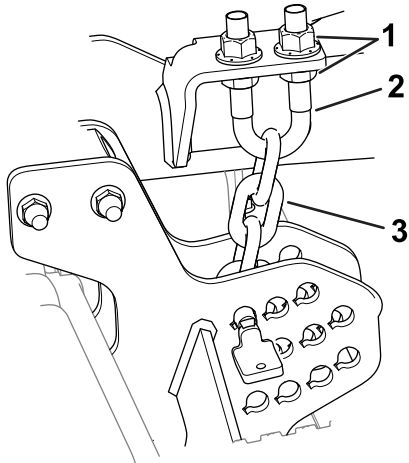

Bild 7
6. Lösen Sie die unteren Klemmmuttern am U-Bügel der Schnitthöhenkette (Bild 7).
7. Stellen Sie die Muttern (Bild 7) ein, um das Heck der Schneideinheit anzuheben oder abzusenken, damit die Spitzen der hinteren Messer 6 mm bis 10 mm höher als die Spitzen vorne sind.